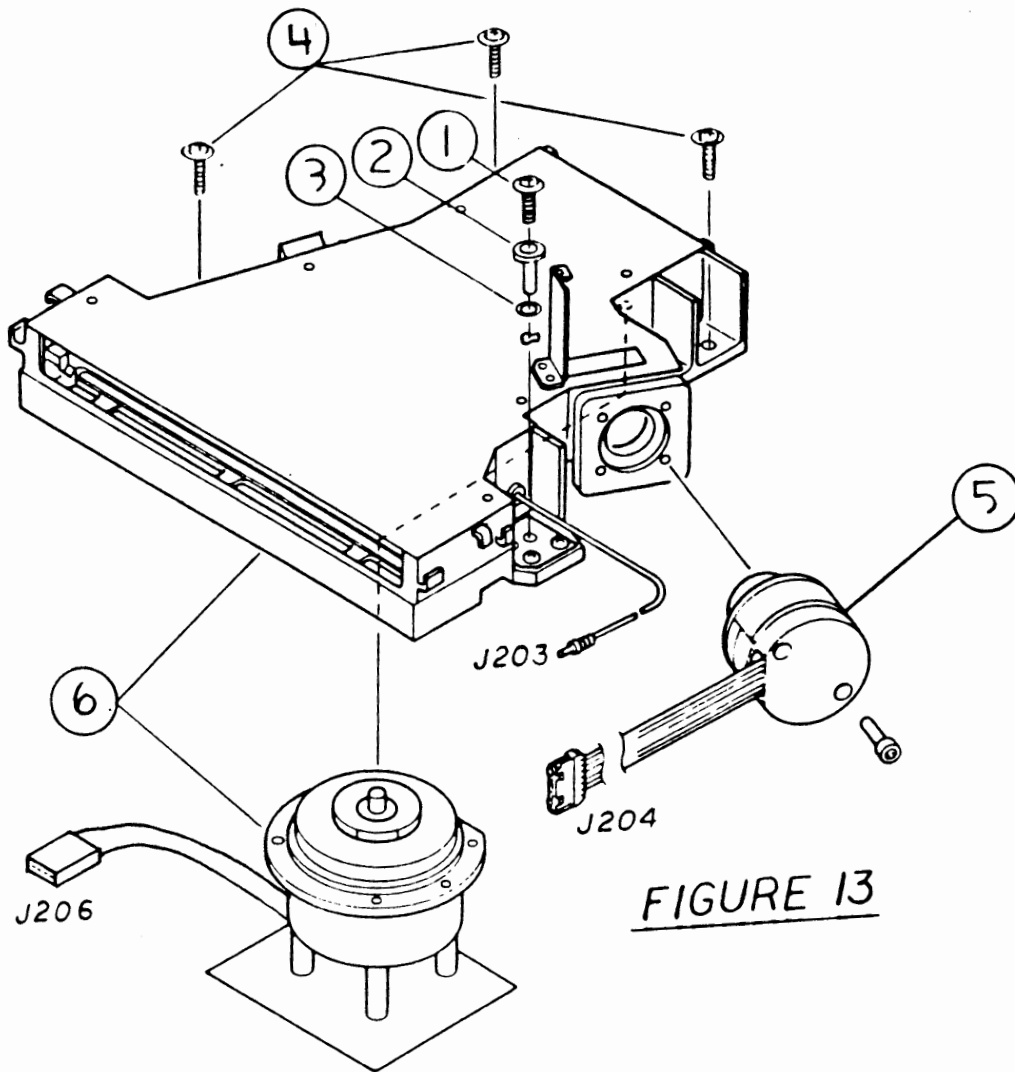

FIGURE 13
□ LASERWRITER – LASER/SCANNER UNIT (Figure 13)